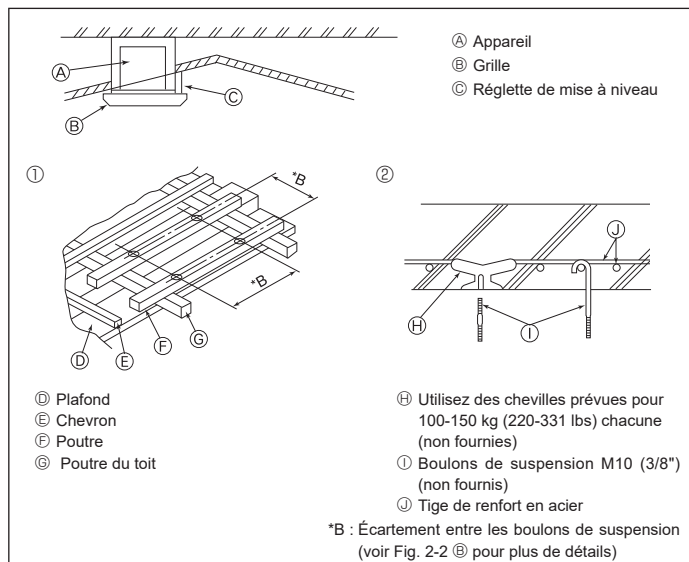

Fig. 2-4
2.4. Structure de suspension (Construisez une structure renforcée à l'endroit de suspension de l'appareil) (Fig. 2-4)